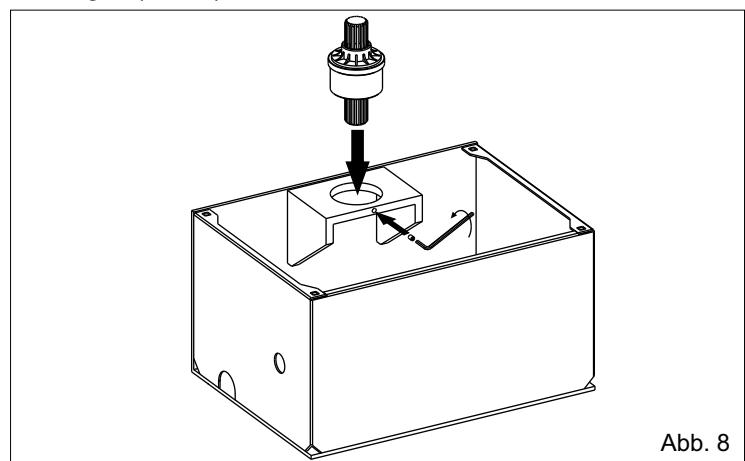

Abb. 8
2.4. Die gerillte Verbindungswelle in die obere Öffnung des Gehäuses einsetzen und mit der dafür vorgesehenen Schraube befestigen (Abb.8)